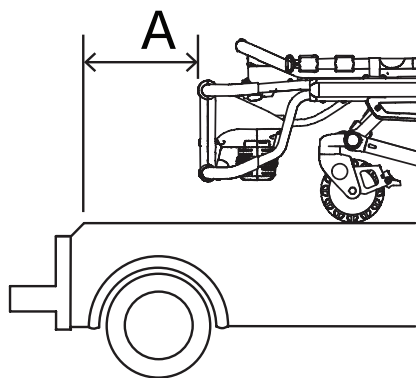

図 4 – 枠からコットまでの距離 (A)
1. 枠からコットまでの距離 (A) を選択します(図 4)。
2. 下表にて、記録した枠からコットまでの距離 (A) を基にセクションを選択します。